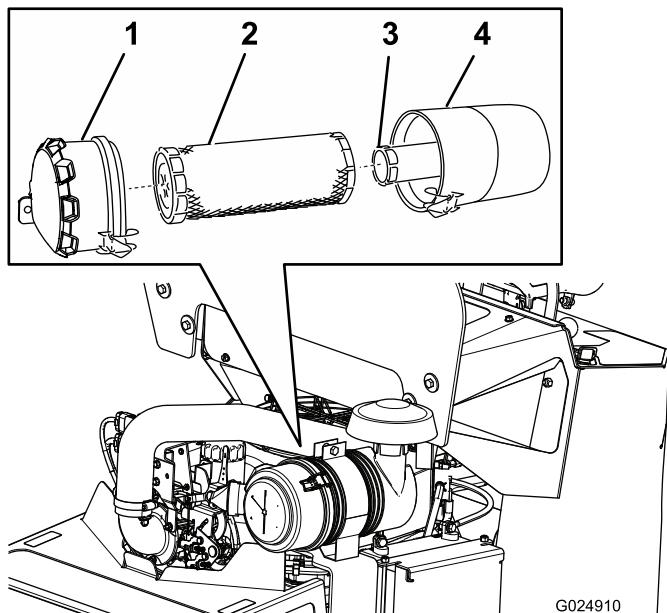

Bild 29
- Lösen Sie die Riegel am Luftfilter und ziehen Sie die Abdeckung vom Luftfiltergehäuse ab (Bild 29).
- Schieben Sie den Hauptfilter vorsichtig aus dem Luftfiltergehäuse heraus (Bild 29).
- Wenn Sie den inneren Filter austauschen, schieben Sie ihn vorsichtig in das Filtergehäuse (Bild 29).
- Schieben Sie den Hauptfilter vorsichtig auf den inneren Filter (Bild 29).
- Schieben Sie die Abdeckung auf das Luftfiltergehäuse und befestigen Sie sie mit den Nasen (Bild 29).